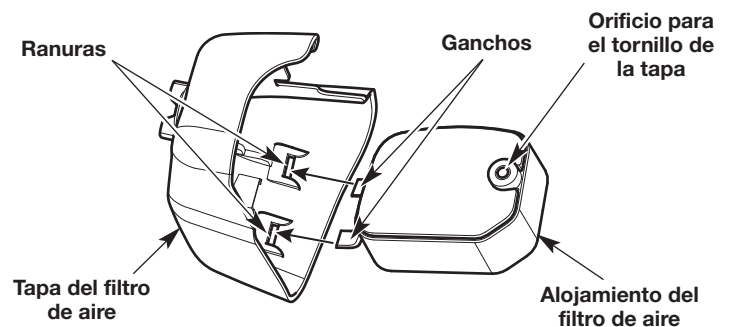

Fig. 35
7. Inserte los ganchos del alojamiento del filtro de aire dentro de las ranuras de la tapa del filtro de aire (Fig. 35).
8. Debe girar la tapa del filtro de aire hacia la derecha y alinear el tornillo de la cubierta con el orificio destinado a dicho tornillo (Fig. 35). Apriete el tornillo de la tapa para sujetar dicha tapa.